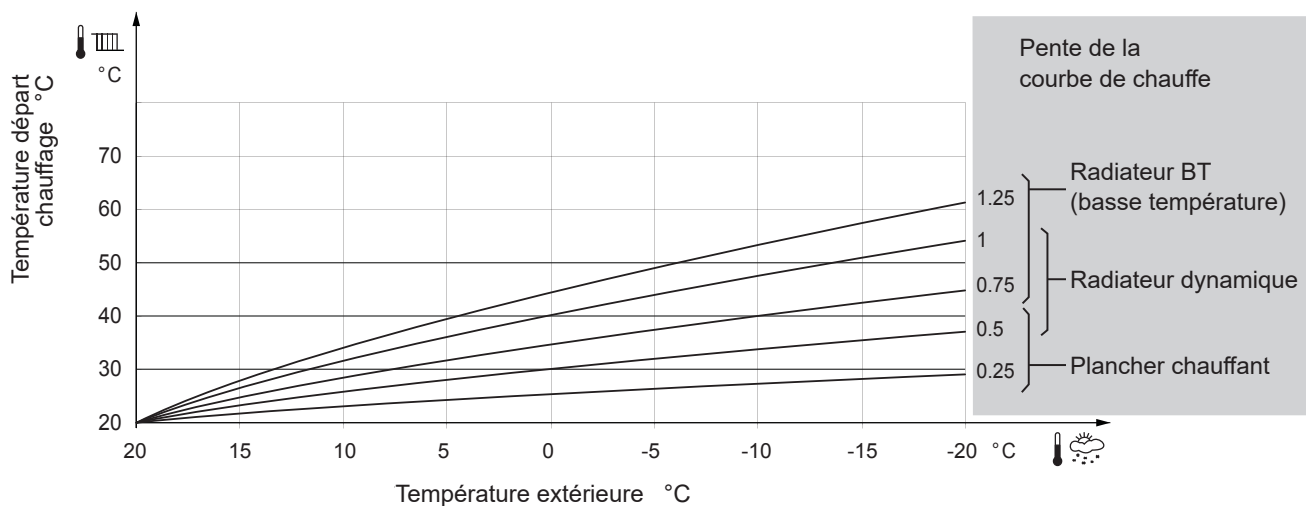

fig. 45 - Pente de la courbe de chauffe (ligne 30 / 50)
Veiller à ce que tous les câbles électriques sont logés dans les espaces prévus à cet effet (fig. 45).
- Raccorder la sonde extérieure (fig. 45).
Raccorder la sonde ambiance 1 (fig. 45).
Raccorder la sonde ambiance 2 (fig. 45).